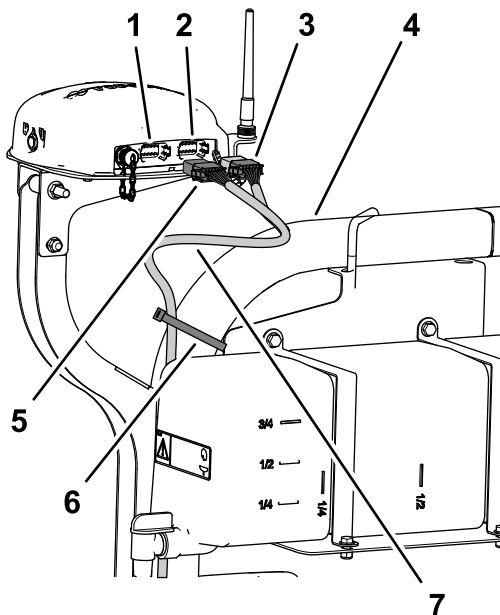

Figura 197
2. Enrute la rama de 390 cm del arnés de datos por el tubo derecho del ROPS con el conector hembra de 12 vías (gris) y el conector hembra de 12 vías (negro) hacia arriba hasta el receptor de navegación (Figura 197).
7. Sujete la rama de 390 cm del arnés de datos al tubo derecho del ROPS con 2 bridas, según se muestra en Figura 197.